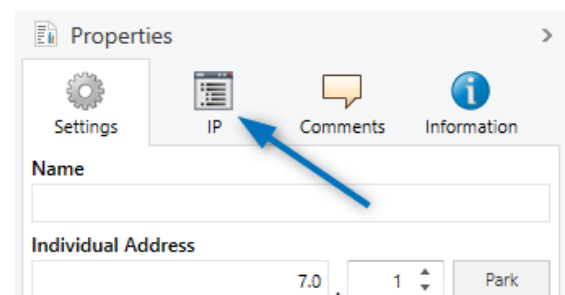

Abbildung 4: Geräte-Eigenschaftendialog der ETS
2. Zeigen Sie die Eigenschaften des Geräts im Sidebar der ETS an, wie in Abbildung 4 gezeigt.